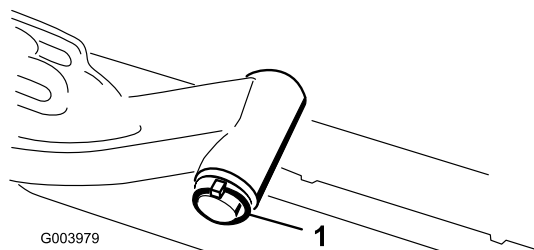

Figura 8
- A. Togliete l'acciarino e la rondella che fissano l'albero di articolazione al braccio di sollevamento ed estraete l'albero dal braccio di sollevamento (Figura 8).
- C. Inserite l'albero del braccio di sollevamento nel braccio di sollevamento, e fissatelo con la rondella e l'acciarino (Figura 8).